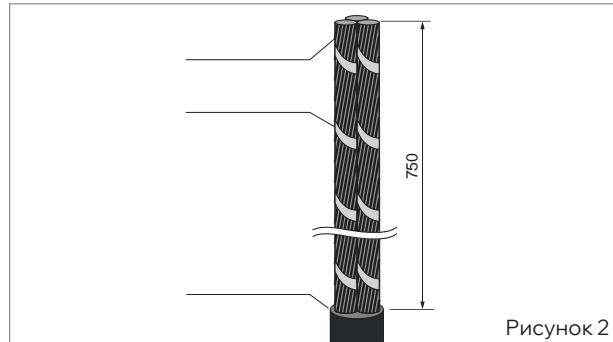

Рисунок 2
■ Для облегчения снятия оболочки прогреть ее пламенем горелки. Удалить защитный шланг с конца кабеля до кольцевого надреза. Удалить разделительный слой (рис. 2).